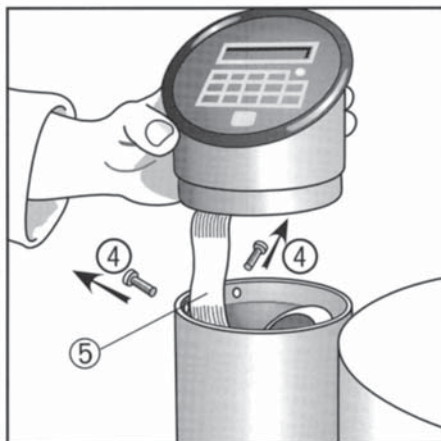

Fig 3
1.) Comme indiqué dans la Fig. 3, enlever les deux vis de fixation ④ de l'élément de commande et tirer prudemment l'élément de commande vers le haut en le sortant de la colonne de commande.